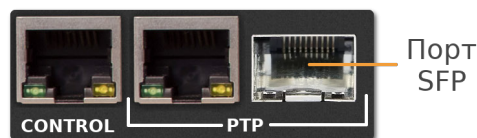

Рис. 5. Сетевые интерфейсы
Подсоединение генератора опорных синхросигналов PSGP-2159(HS)(RR) к локальной сети осуществляется кабелями Ethernet (UTP) (рис. 5). Возможно использование как экранированного Ethernet-кабеля, так и неэкранированного, категории 5 или выше, совместимого со стандартом 100/1000BaseT или 100/1000BaseTX. Длина кабеля не должна превышать 100 метров.
Для подключения по оптоволоконной линии установите SFP-модуль в порт SFP генератора (рис. 5). Никаких дополнительных настроек в web-конфигураторе устройства выполнять не нужно.
Индикатор **LINK PTP**  на лицевой панели (рис. 1) горит зелёным цветом, если обнаружено соединение между портом PTP (рис. 5) и другим устройством.